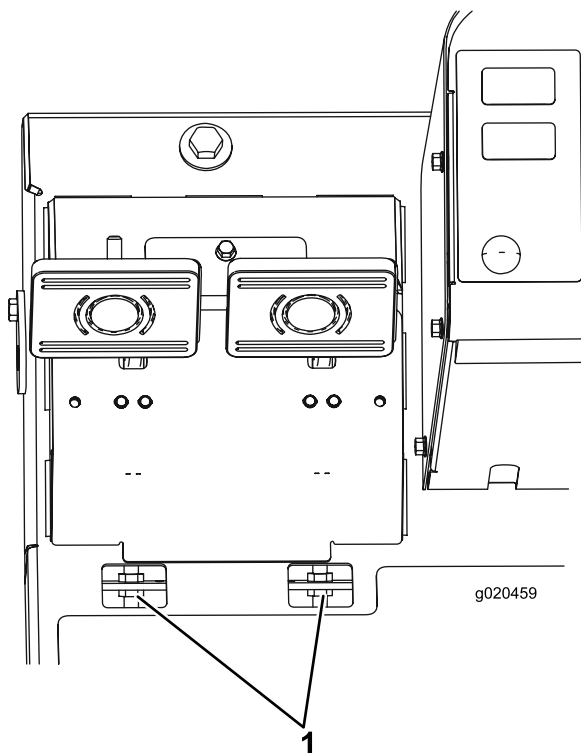

Figura 67
- B. Allentate il dado anteriore sull'estremità filettata del cavo del freno (Figura 67).